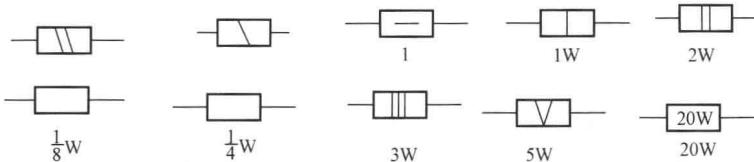

图 1-2 电阻功率标注方法
(2) 额定功率。额定功率是指在特定环境温度范围内所允许承受的最大功率。在该功率限度以内, 电阻器可以正常工作而不会改变其性能, 也不会损坏。电阻额定功率的标注方法如图 1-2 所示。